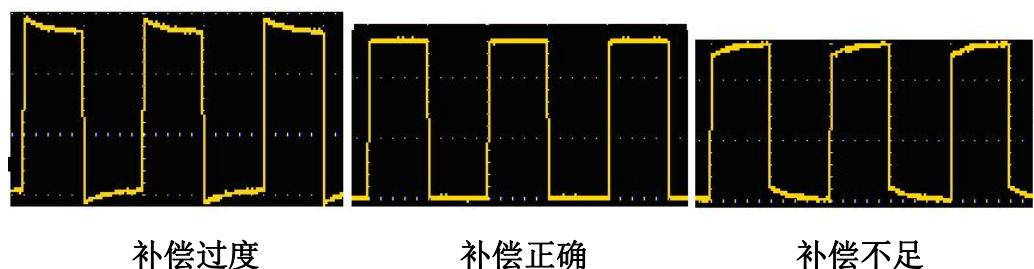
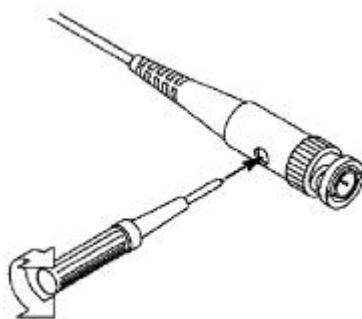

图 3-7：探头补偿显示波形
图 3-8：探头调整
- 2、检查所显示的波形，调节探头，直到补偿正确。见图 3-7，图 3-8。